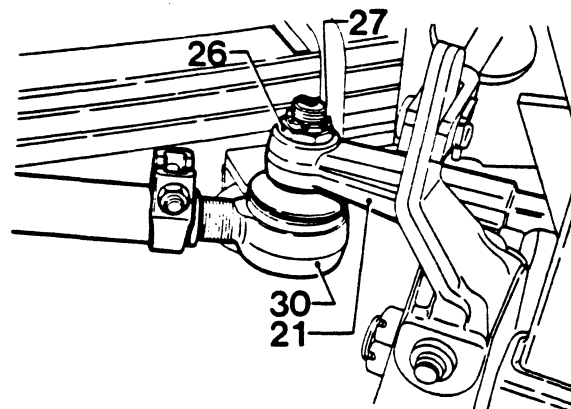

Fig. 1
- Verwijder splitpen 27, draai kroonmoer 26 los en verwijder kogeleind 30 uit stuurarm 21 (Fig. 1).